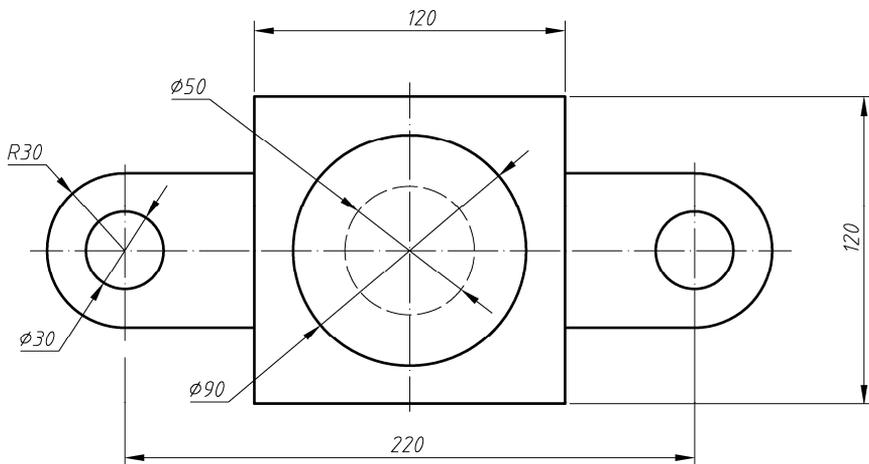

图 1-56 平面图形
(1) 绘制一组同心圆，相邻的两个圆直径差为 10，最小圆的直径为 80，最大圆的直径为 120，想一想怎样画图是最简单的。
(2) 按图 1-56 所示平面图形绘制出该图（不标注尺寸），然后将该图命名为“练习 1-4”并保存。